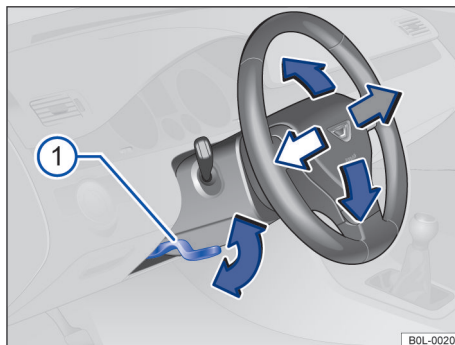

图 52 方向盘下部的转向柱饰板上：用于机械调节方向盘位置的操纵手柄
- 下推手柄 → 图 52 ①。
- 调整转向柱后务必上推手柄 → 图 52 ①，将其锁定，防止行驶中转向柱自行移位。